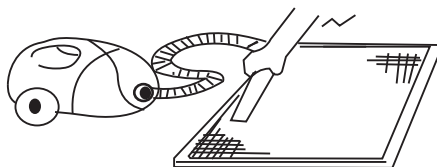

Рис. 66.
- При чистке фильтра пылесосом держите его загрязненной поверхностью вверх (рис. 66).